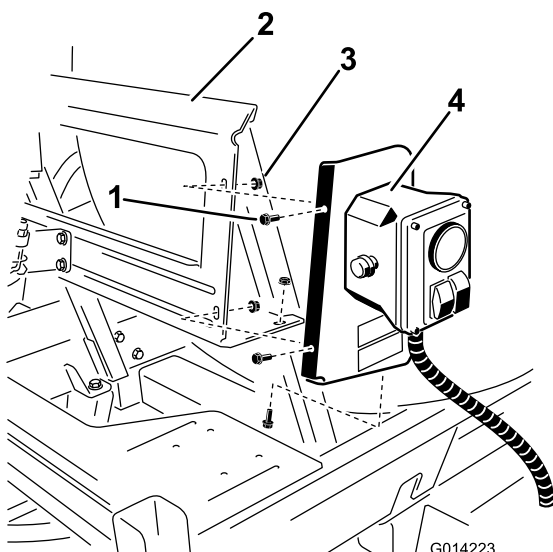

図 8
2. このアセンブリを、ブラケットに取り付けるボルト1/4 x 5/8 インチ3本とロックナット1/4 インチ3個を使用する【図8】。